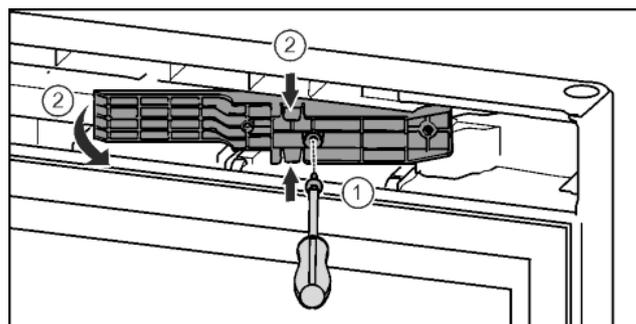

Fig. 16*
- Con il cacciavite T15 svitare le viti.* Fig. 16 (1)
- Estrarre l'adattatore.* Fig. 16 (2)